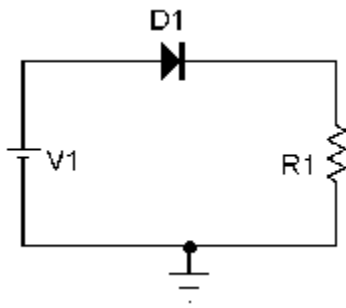

Figura 1
- 1) Montar el circuito de la figura 1, con los diodos **polarizados directamente**. Variando la tensión de alimentación V_i de 0 a 10V, en incrementos de 0.5V, anotar en cada caso el punto de trabajo (I_d , V_d) que permitirá trazar la característica estática para cada tipo de diodo. Para el diodo de señal (1N4148) R_1 será de 1K, para los demás $R_1=100\Omega$.